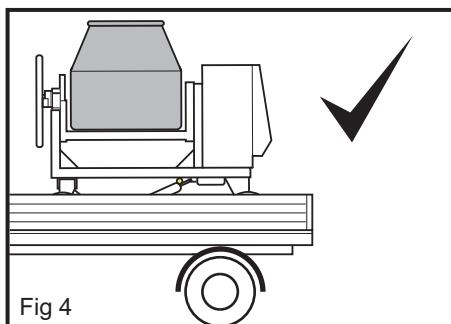

Fig 4
- миксер **ДОЛЖЕН** перевозиться только так, чтобы горловина барабана была обращена вверх (Fig. 4 & 5)